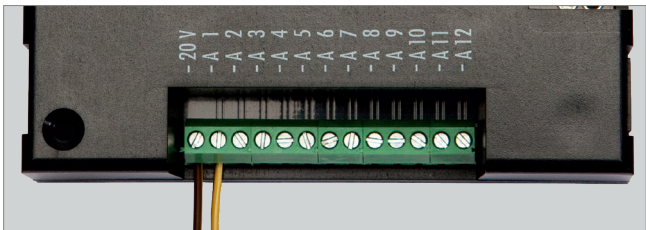

Abb. 7: Schraubklemme Ausgang (A1 - A12). Bsp. 20 V
- ▶ Schließen Sie das andere Ende des Verbrauchers am gewünschten Ausgang an, siehe Abb. 7.